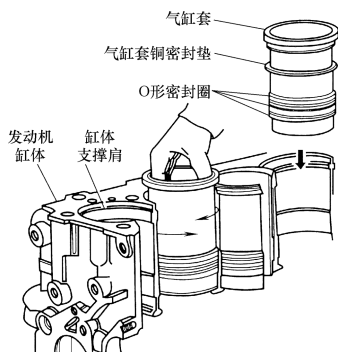

图 1-81 装配气缸套
2) **试装新缸套**。将未装密封圈的气缸套装入气缸套体内, 压紧后检查气缸套端面高出气缸体平面的距离, 使其符合原厂规定 (一般高出气缸体上平面 0.03 ~ 0.10mm), 如图 1-81 所示。如不符合尺寸要求, 可在气缸套台肩下选装适当厚度的铜质或铝质垫片调整, 偏差不得大于 0.04mm。